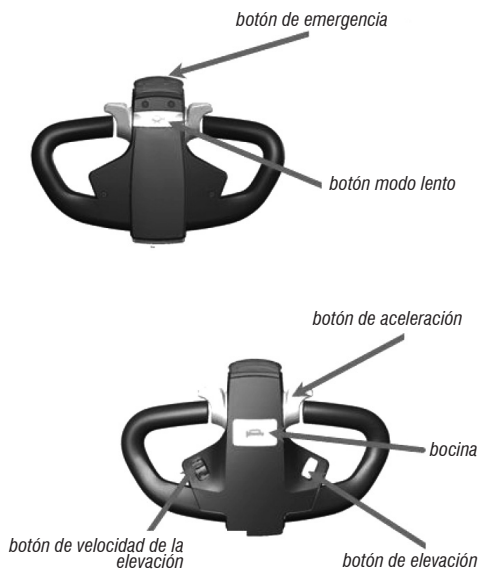

Fig. 4 – Controle
Mueva la palanca de control para la división A o división C conforme indicado en la Fig.4 y presione el botón de subida/bajada en la manilla de control para ver si los movimientos del garfio están normales. En seguida, gire la palanca de control para la división B, conforme indicado en la Fig. 4. Acelere la grúa horquilla eléctrica lentamente y presione la palanca para la posición horizontal para verificar si el equipo puede moverse y trabar normalmente.
En la secuencia, desplace la palanca de control para la división B conforme indicado en la Fig. 4. Presione el botón de reversión de emergencia en la parte superior de la palanca de control para verificar si el equipo puede moverse normalmente para atrás.
**1. Botón de aceleración:** el botón del acelerador es usado para controlar la dirección de desplazamiento y la velocidad de la grúa horquilla eléctrica. En caso de operación de desplazamiento, gire la palanca de operación para el área B indicada en la Fig. 4. Cuando la manilla está en el área A o C, la grúa horquilla está en un status de apagado y no puede moverse. Cuando la palanca de operación está en el área B y el botón del acelerador es girado en una dirección, la grúa horquilla eléctrica se desplazará en esa dirección. Mientras el acelerador es girado en otra dirección, la grúa horquilla se moverá en esa otra dirección. Cuanto mayor la amplitud de giro, más rápido el equipo se moverá.
**Nota:** Un freno magnético lateral es instalado en la extremidad del eje del motor de la rueda motriz y hay un interruptor de avance instalado en el eje rotativo del brazo rotativo. Solamente cuando el brazo rotativo estuviera a  $45^\circ \pm 35^\circ$  (como indicado en la Fig. 4), la grúa horquilla puede ser encendida y desplazada. Mayor o menor que el ángulo indicado, el equipo será apagado y trabado. En este caso, la grúa horquilla eléctrica puede levantar mercaderías, pero no puede moverse. Como indicado en la Fig. 4, cuando el manipulador de operación está en la división A o en la C, la grúa horquilla solo se puede levantar o bajar, pero no desplazarse. Cuando la palanca de control está en la división B, puede se desplazarse tanto cuanto levantar o bajar. La posición de operación del manipulador no será especificada en las descripciones que siguen, o sea, la grúa horquilla solo puede subir o bajar, pero no desplazarse cuando el manipulador está en la división A o C y el manipulador debe estar en la división B cuando el equipo se desplace.
**2.** Como indicado en la Fig. 4, existe un botón en el manipulador de operación que es utilizado para ablandar la grúa horquilla eléctrica. Cuando este botón de "desaceleración" es presionado, así como el botón de aceleración es girado, la grúa horquilla se
Como indicado en la Fig. 4, tire la llave general de la fuente de alimentación, destrabe la traba eléctrica de la puerta y conduzca la grúa horquilla hasta la pila de mercaderías en las proximidades. La punta del garfio debe quedar a 300 mm de la pila de mercaderías. Presione el botón de bajada, ajuste la altura del garfio a una posición adecuada y insértelo lento y lo más profundamente posible en el pallet de las mercaderías. Presione el botón de elevación hasta que el garfio esté a 200 mm - 300 mm del suelo. Dirija la grúa horquilla hasta el local de la repisa de mercaderías y pare lentamente. Presione el botón de elevación para que el garfio suba hasta la altura adecuada con la repisa (la parte inferior del pallet es aproximadamente 100 mm mayor que la repisa de mercaderías). Mueva las mercaderías lentamente para la posición exacta de la repisa y presione el botón de bajada para colocarlas cuidadosamente en la repisa. Retire el garfio de la mercadería y conduzca la grúa horquilla eléctrica lentamente para retirar el garfio del pallet de mercaderías. Baje el garfio hasta que esté a 300 mm del suelo y aleje la grúa horquilla eléctrica de la repisa. Atención para que no tenga obstáculos al rededor y al girar, la velocidad debe ser reducida.
Como indicado en la Fig. 4, tire la llave general de la fuente de alimentación, destrabe la puerta eléctrica y conduzca la grúa horquilla hasta la repisa de mercaderías en las proximidades. La punta del garfio debe quedar a 300 mm de la repisa de mercaderías. Presione el botón de bajada, ajuste la altura del garfio a una posición adecuada y insértelo lento y lo más profundamente posible en el estrado del pallet. Presione el botón de elevación para levantar las mercaderías hasta que la parte inferior del pallet esté a 100 mm de la repisa de mercaderías. Lentamente, conduzca la grúa horquilla y mueva las mercaderías para fuera de la repisa (reforzando que la punta del garfio debe quedar a 300 mm de la repisa de mercaderías). Presione el botón de bajada y baje el garfio a una altura de 200 mm a 300 mm del suelo. Aleje la grúa horquilla de la repisa de mercaderías hasta que alcance la posición deseada y, en seguida, párela lentamente. Presione el botón de bajada para bajar las mercaderías, aleje completamente el garfio y muévelo lentamente para fuera del pallet de mercaderías.